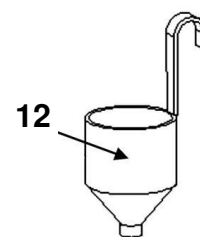

Рис. 1
- Для определения густоты краски, в комплект поставки входит специальная воронка (12)(См. Рис.1).
- Установите бачок для краски (11)(См. Рис.1) на ровной поверхности.
- Пометите над ним воронку (12)(См. Рис.1), как показано на рисунке 2.
- Для включения краскораспылителя нажмите пусковую клавишу (5)(См. Рис.1).
- Включите краскораспылитель и поверните регулятор струи (8)(См. Рис.1) против часовой стрелки, до тех пор, пока не будет оптимальной формы пятна распыления.